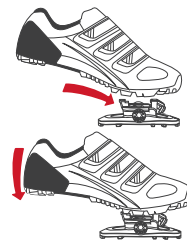

Figura 4. Enganchar la zapatilla en el pedal presionando hacia abajo y hacia adelante
- Para acoplar la zapatilla al pedal, engancha la parte frontal de la cala en la parte frontal del pedal (figura 4) y presiona hacia abajo con la base de los dedos. Deberías oír un clic, lo que indica que el pedal se ha enganchado a la cala.